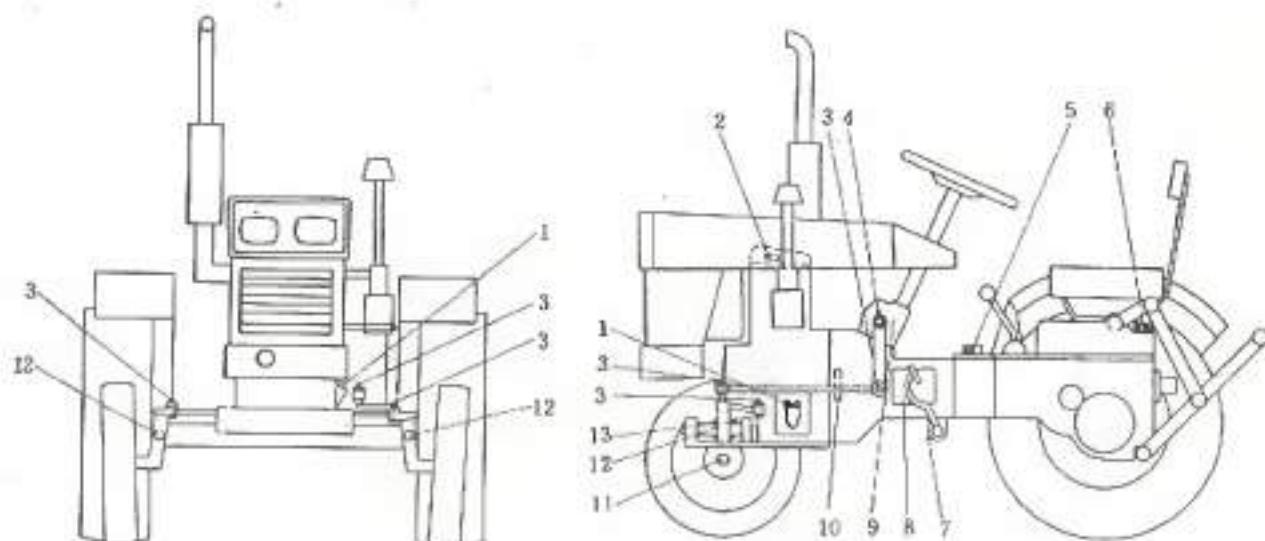

Рис. 3-1 Схема синези трактора
4. Провести смазочную работу по таблице (см. табл. 3-1) и схеме (рис. 3-1).